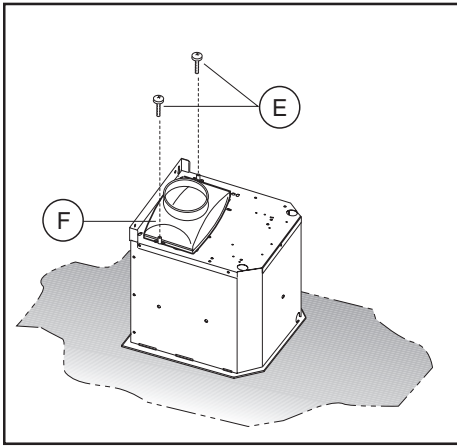

Fig.9
- Monteer de verbindingsflens **F** in het bovenste deel van de afzuiggroep van de kap, met behulp van de 2 schroeven **E** (afb.9).